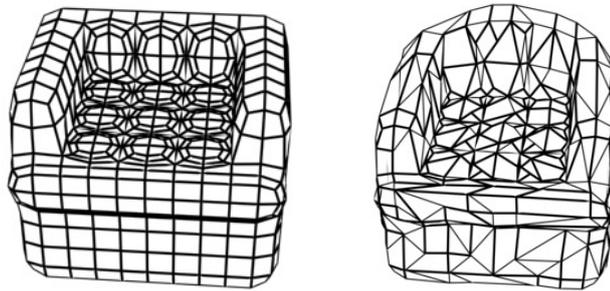

Рисунок 46
8. Щелкните на кнопке Quick Render (Быстрая визуализация), появится изображение кресла, как рис. 46